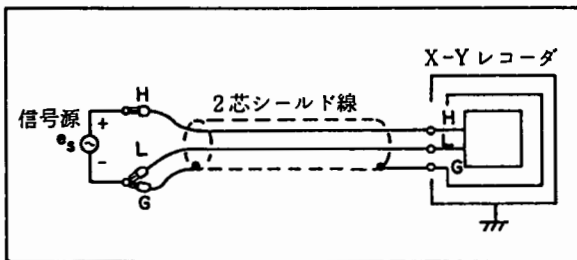

図 3.6
(3) 信号源が接地されていないとき……図 3.6 に示すように、原則として L と G を信号源の (-) 側に接続します。